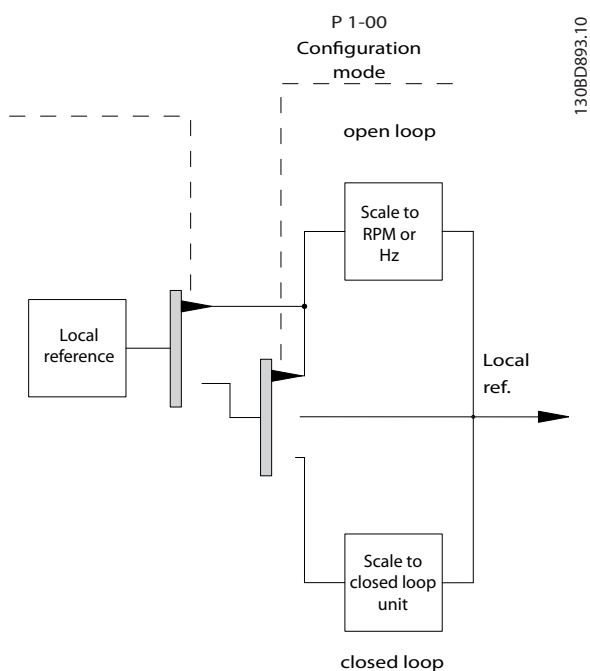

Bild 2.14 Konfigurationsläge
- I Bild 2.14 visas manuellt konfigurationsläge för lokal referens.